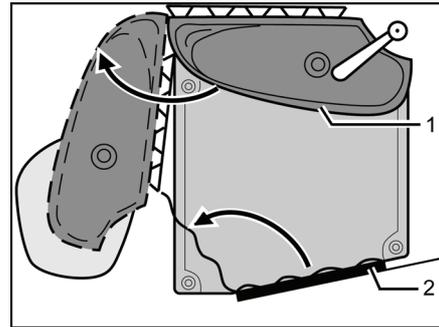

Bild 252 Vario-Toilette
- Waschbecken mit Rückwand (Bild 252,1) in Pfeilrichtung drehen.
- Den Toilettenraum betreten und die Toiletten-Eingangstür (Bild 252,2) von innen schließen und verriegeln.